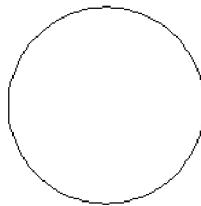
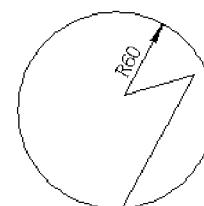

图 3.18 原图
图 3.19 标注折弯尺寸
- (1) 单击“折弯”标注按钮 JOG ，选择要标注的两个圆弧对象。
- (2) 移动光标会出现标注线及尺寸，移至适当位置后单击鼠标左键即可完成该对象的尺寸标注。图 3.18 所示为原图，图 3.19 所示为标注折弯尺寸后效果。